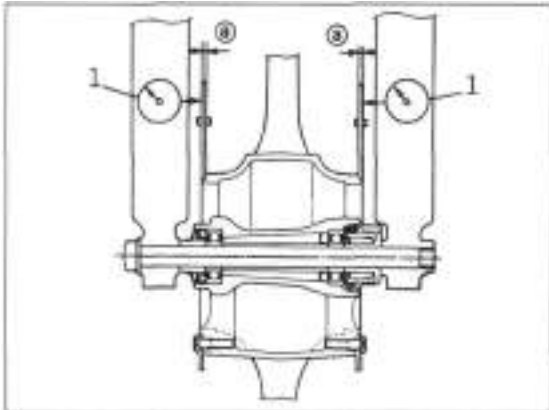

Bild 215
-  Dicke der Bremsscheiben mit Mikrometer messen (Bild 215). Neue Scheibe/vorn misst $5 \pm 0,1$ mm; Verschleissgrenze 4,5 mm. Neue Scheibe/hinten misst $6,4 \pm 0,1$ mm; Verschleissgrenze 5,8 mm.